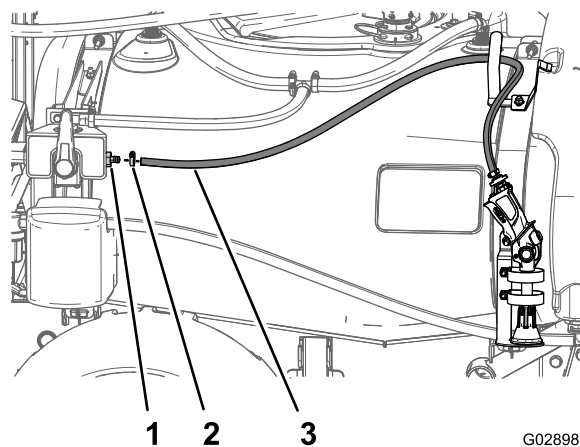

Figura 48
- Amplasai pistolul de pulverizare în consola pistolului de pulverizare, poziionai furtunul în jurul suportului pentru furtun i montai capătul liber al furtunului pe supapa cu 4 căi, conform indicațiilor din Figura 48.
- Montai capătul liber al furtunului peste fittingul inelat drept din partea frontală a supapei cu bilă (Figura 48).
- Fixai furtunul de fitting cu ajutorul clemei pentru furtun (Figura 48).